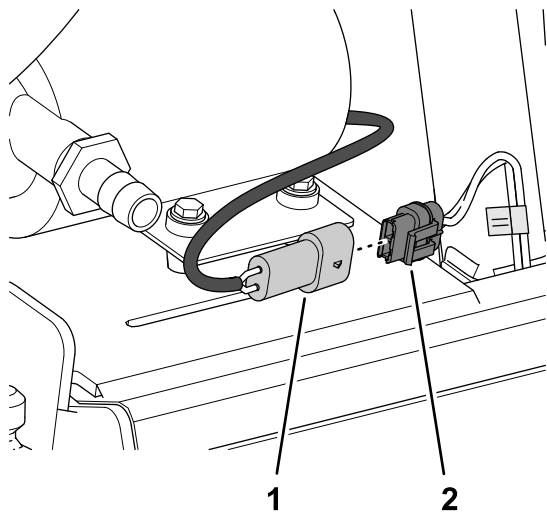

图26
6. 从标有冲洗泵的机器线束的 2 插槽电气接头上拔掉防尘塞图 26。
7. 将冲洗水箱泵线束的 2 针接头插入标有冲洗泵的机器线束的 2 插槽接头图26。